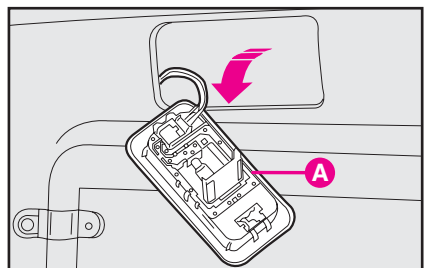

рис. 36
2) Откройте блок **A** (**рис. 36**) и замените лампу.